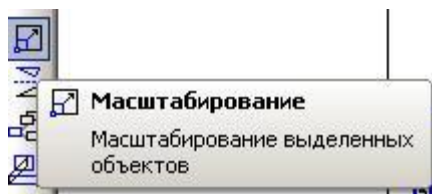

Рисунок 4
- «Масштабирование» - см. Рисунок 4